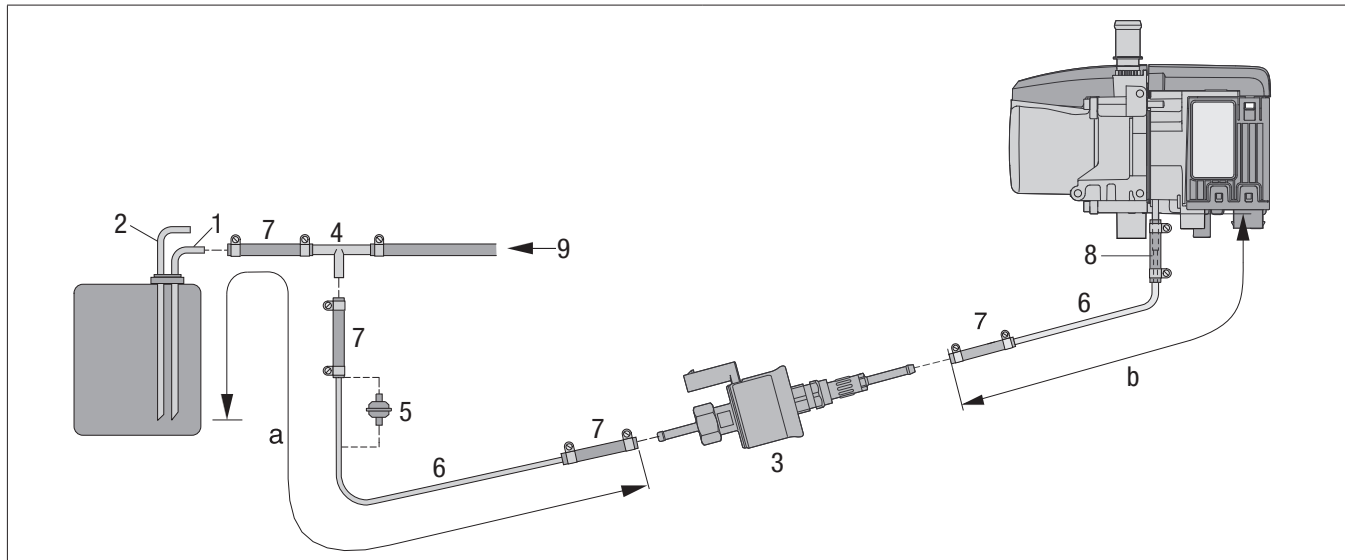

Bild 21
- Det optimala monteringsläget ligger mellan 15° och 35°, se Bild 21.